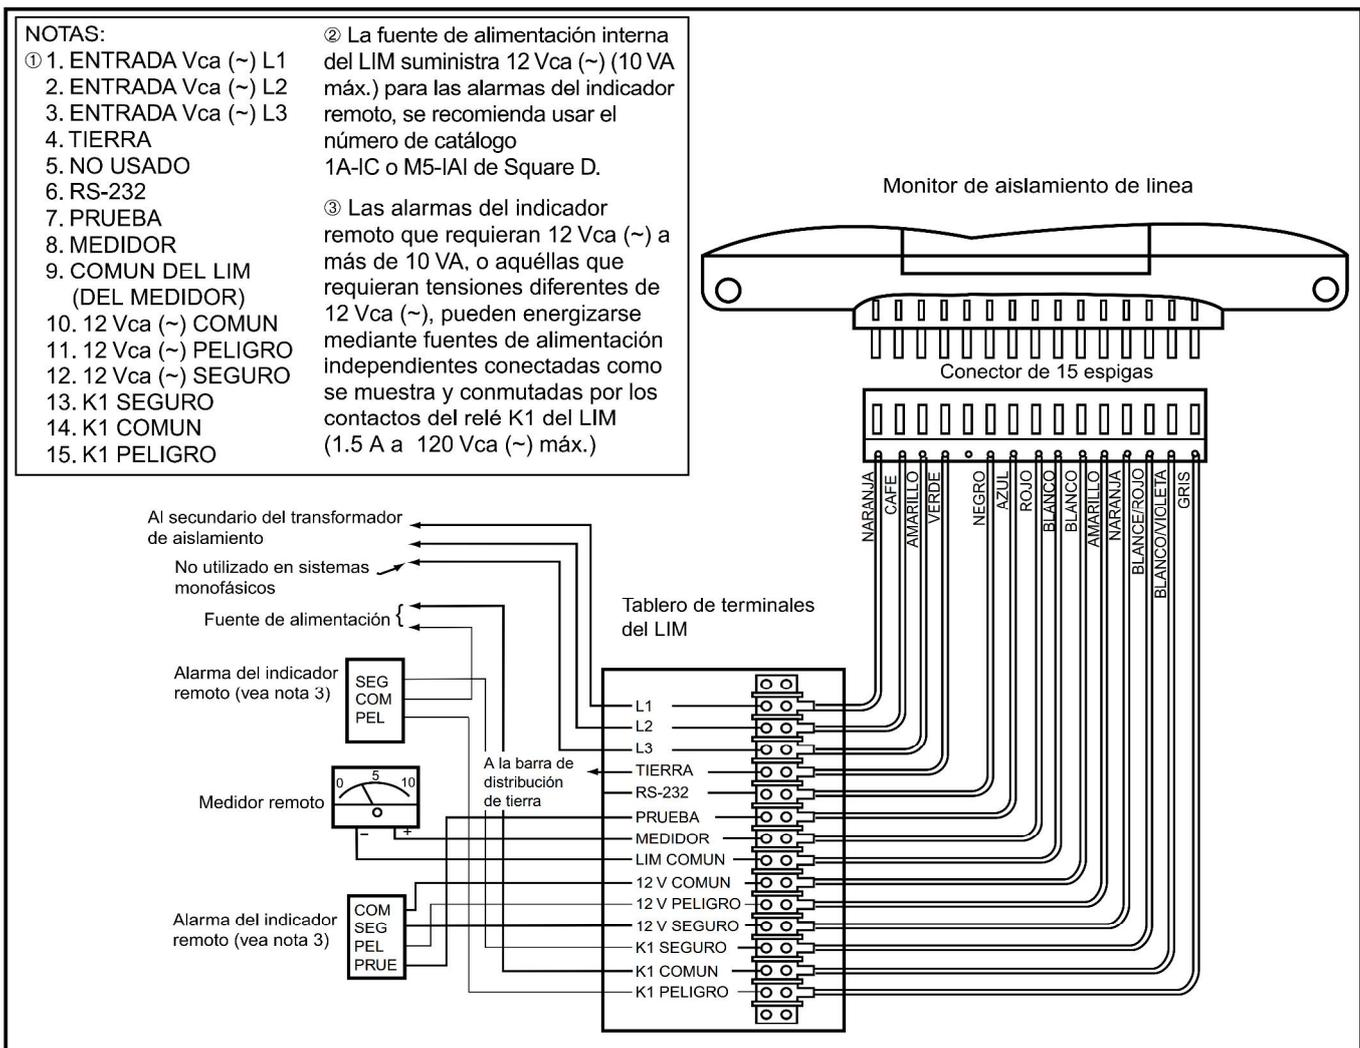

Figura 1 Cableado del LIM
2. Haga las conexiones según el diagrama de cableado que se muestra en la figura 1.